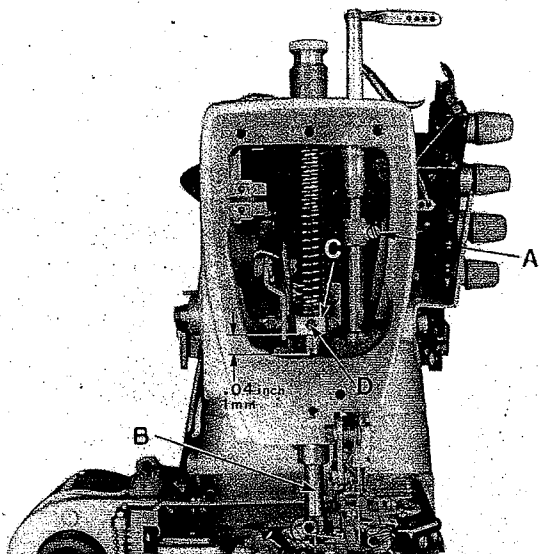
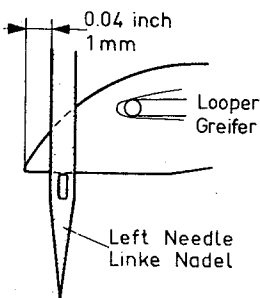

Fig.11
Fig.13
2. Loosen screw (A, Fig. 11) and turn needle bar until the needles center the needle holes of throat plate.
3. Retighten screw (A, Fig. 11).
2. Lösen Sie die Schraube (A, Fig. 11) und drehen Sie die Nadelstange so, daß die Nadeln mittig in die Stichlöcher einstecken.
3. Ziehen Sie die Schraube (A, Fig. 11) wieder an.
The height of needle bar is correct when the looper point at its travel from right to left is 1 mm = .040 inch left of the left needle (Fig. 13) and the top of the needle eye is even with the underside of the looper. Loosen screw (A, Fig. 11) for this adjustment and move needle bar up or down as required. Retighten screw (A).
Die Nadelstangenhöhe ist richtig eingestellt, wenn die Greifer Spitze bei ihrem Weg von rechts nach links 1 mm links der linken Nadel steht (Fig. 13) und Oberkante Nadelöhr und Unterkante Greifer in gleicher Höhe stehen. Lösen Sie für diese Einstellung die Schraube (A, Fig. 11) und schieben Sie die Nadelstange nach Bedarf nach oben oder unten. Ziehen Sie die Schraube (A) wieder an.